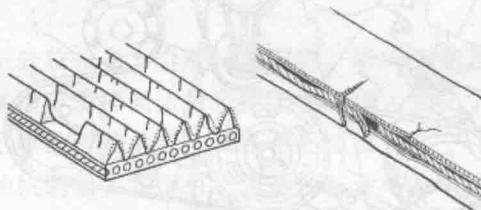

图 1-3 皮带损坏形式
(1) 在拆卸传动带前要在车上检查传动皮带, 如图 1-3 所示, 目视检查皮带是否过度磨损、加强筋是否损坏等。如果发现任何损坏, 则更换皮带。